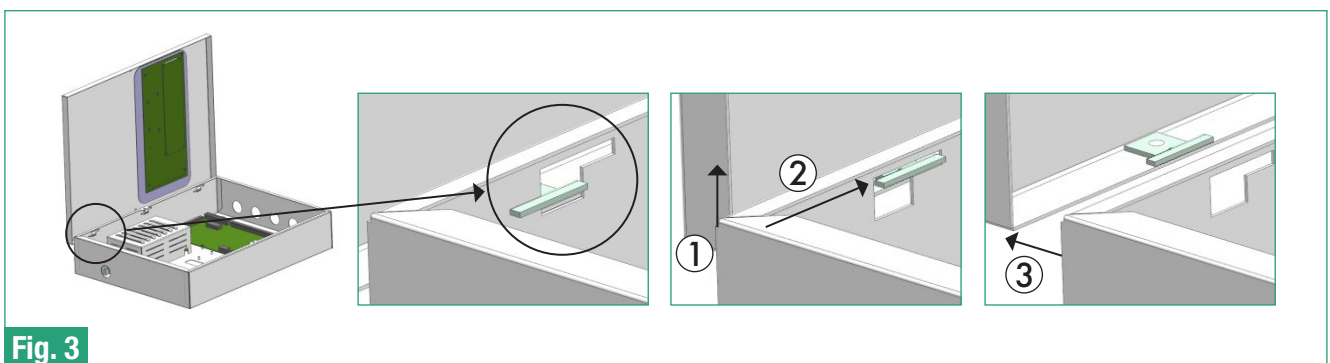

Fig. 3
- Neem het frontdeksel af, waarbij u de scharnieren van de bodem verplaatst (fig. 3).
- Monteer het frontdeksel terug aan, waarbij u de scharnieren aan de bodem plaatst in de omgekeerde volgorde van deze beschreven op fig. 3.